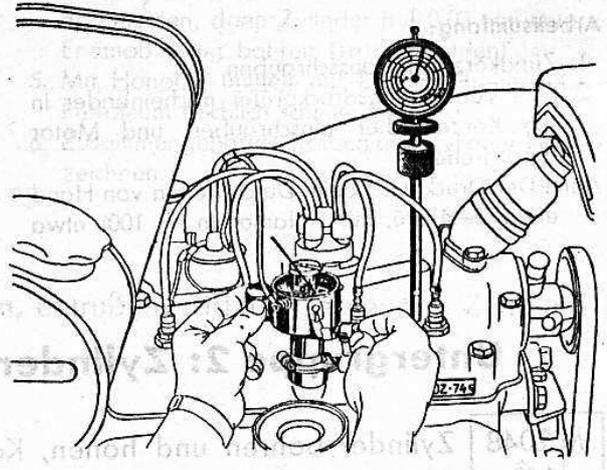

Bild 23
9. Kurbelwelle um 2° vorwärts drehen und Zündverteiler nach Lösen der Halteschraube so einstellen, daß in dieser Stellung (bei Verdichtungsverhältnis 1 : 6 und Kraftstoff OZ 74) der Kontakt am Zündverteiler abreißt (Bild 23).